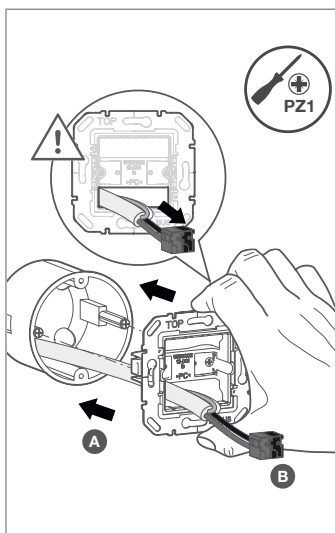
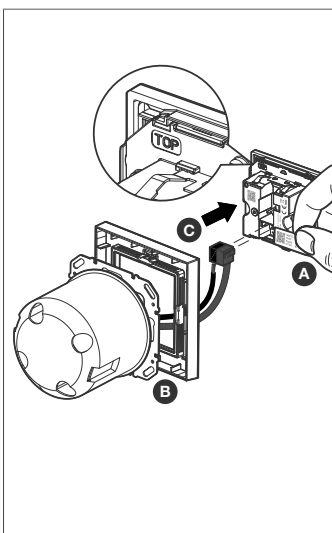

Fig. 7: Montera stödringen
Fig. 8: Ansluta KNX-bussanslutningsklämman
- Montera stödringen på rätt plats på en appartdosa (Fig. 7), observera markeringen "TOP" (UPP).
- Dra busskabeln med anslutningsklämman genom ramen och anslut den till enhetens baksida. Dra KNX-bussanslutningskabeln under mittspärren (Fig. 7/Fig. 8).